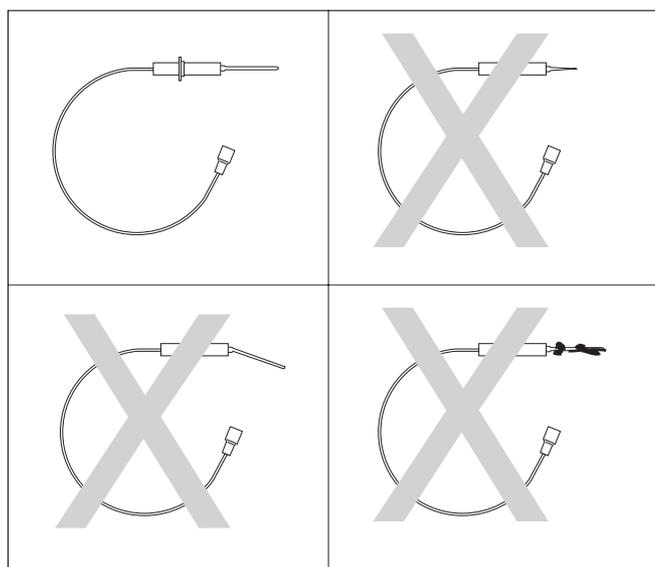

Fig. 92 Verificare l'elettrodo di ionizzazione
- Verificare l'eventuale presenza di impurità, usura o danni sull'elettrodo di ionizzazione (fig. 92) e sul dispositivo di accensione a incandescenza dello scambiatore.